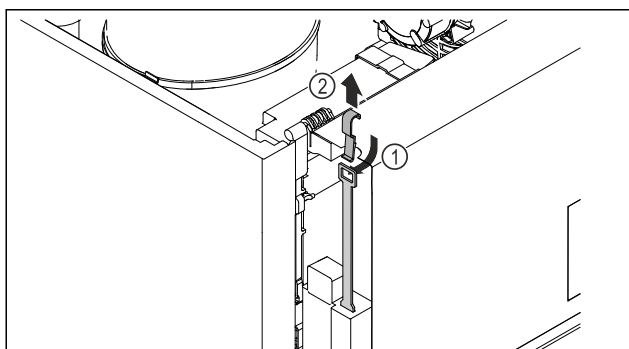

Fig. 248
- För in nödupplåsningssnyckeln Fig. 248 (1) uppifrån, haka fast den på låset och dra uppåt Fig. 248 (2).